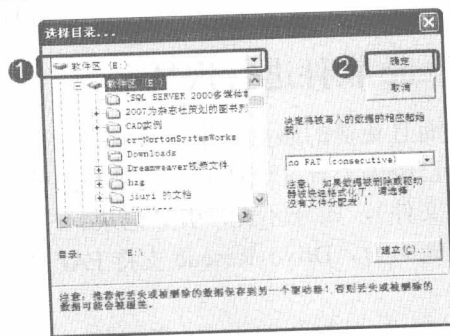

图 11-20 “选择目录”对话框
步骤⑤ 在右侧文件列表框中选择需要恢复的文件，单击“对象”|“保存到”命令，打开“选择目录”对话框，选择文件恢复后的保存路径，如图 11-20 所示。